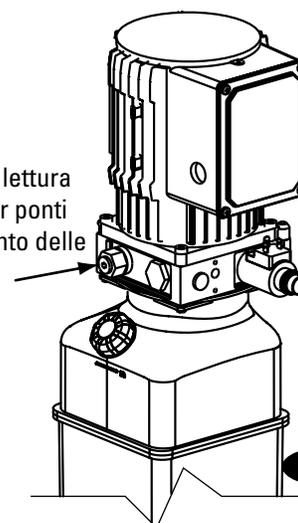

Fig. 36
21. Prova di pressione per ponti di sollevamento delle serie M: Controllare la pressione idraulica dell'azionamento. Lo scarico massimo non deve superare 17.2 N/mm, vedere fig. 36.